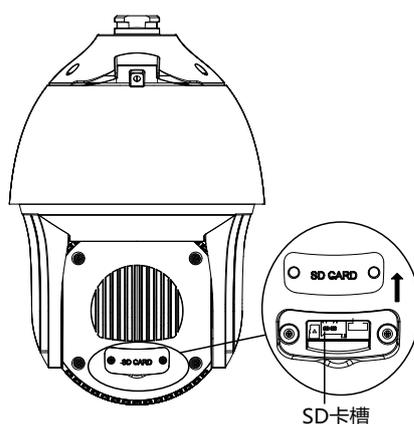

图2-8 SD 卡安装
1. 拧松球罩背面两颗螺丝取下保护盖，即可见 SD 卡插槽，具体位置如图 2-8 所示。